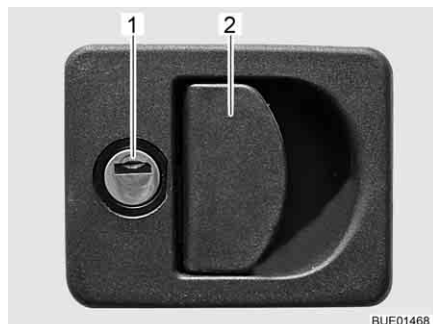

Fig. 34 Cerradura de la trampilla con tirador concha
- Introducir la llave en el cilindro de cierre (Fig. 34,1) y girarla un cuarto de vuelta. La cerradura de la trampilla está desbloqueada.
- Tirar del asidero de la cerradura (Fig. 34,2). La trampilla exterior está abierta.